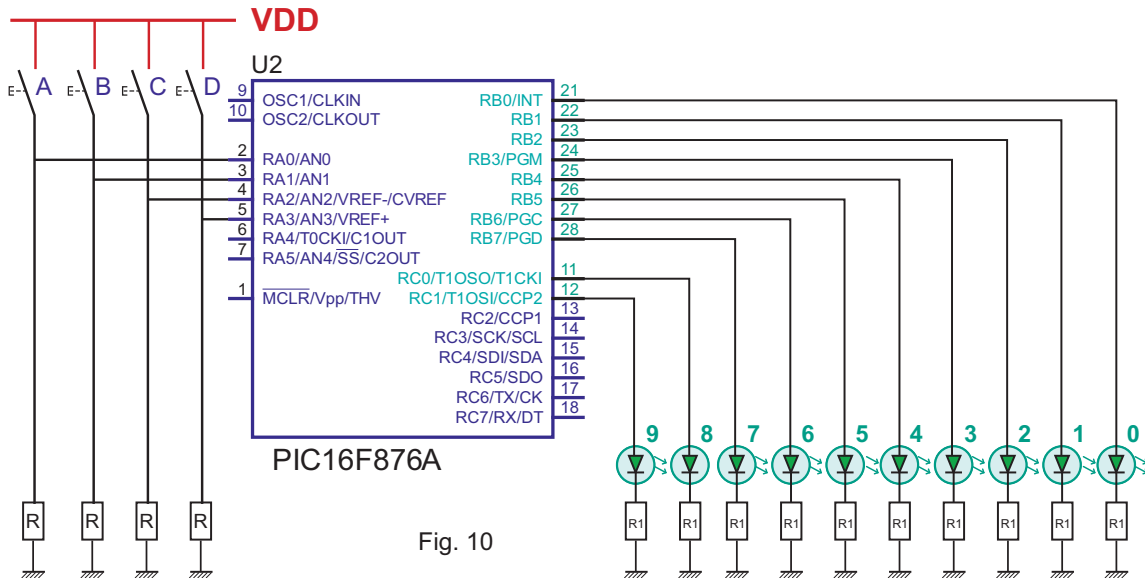

Fig. 10
5 Le schéma du circuit d'un décodeur BCD/Décimal (figure 10) est à base du microcontrôleur 16F876A.
a- En se référant à la figure 10, compléter, ci-après, le programme en mikroC pour PIC du décodeur BCD/Décimal conformément à l’algorithme donné.
- e- Réaliser le câblage conformément au schéma du circuit de la figure 10.